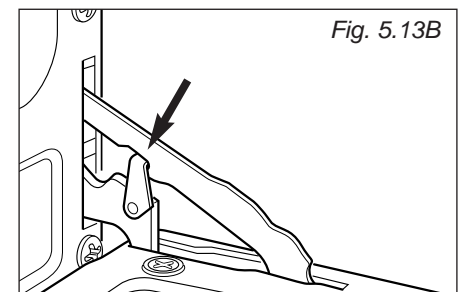

Fig. 5.13B
- Enganche los anillos de retención en los ganchos situados en las bisagras derecha e izquierda (fig. 5.13B).